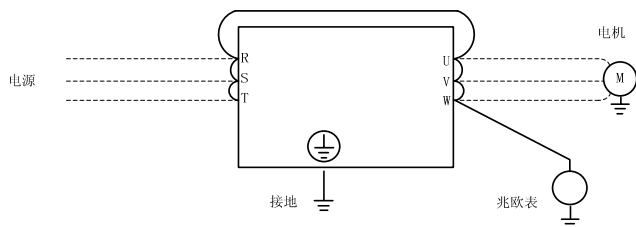

图10-6兆欧表测试电路
- ◆测试前务必按照图 10-6 兆欧表测试电路图纸将输入端子、输出端子进行短接！